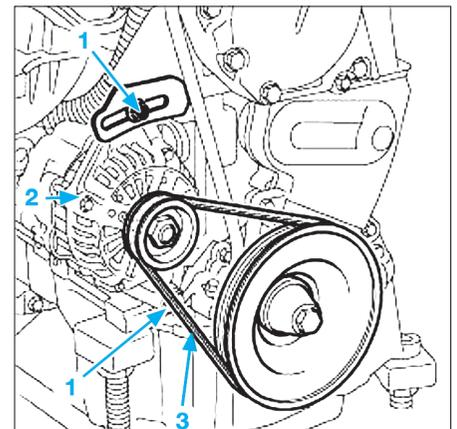

Fig. 30
- Desserrer les 2 vis de fixation (1) de l'alternateur (2) (Fig.30).
- Nota : Respecter le point de mesure (3) (Fig.30).